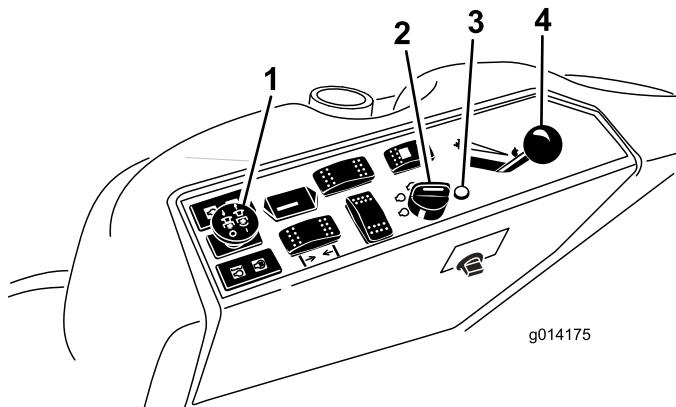

Рисунок 11
5. Сдвиньте рычаг дроссельной заслонки в среднее положение между Slow ("Медленно") и Fast ("Быстро") (Рисунок 11).
4. Переведите выключатель механизма отбора мощности в положение ВЫКЛ. (Рисунок 11).